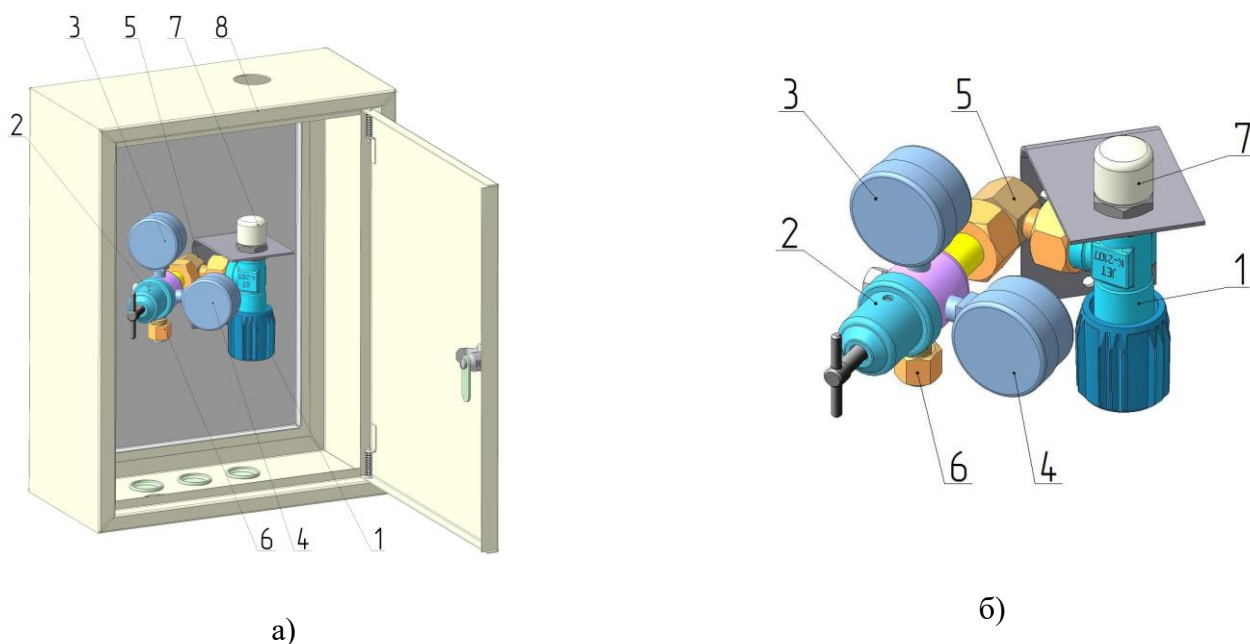

Рис. 1. Пост газоразборный: а - ПГАр-6-з / ПГА-40-з; б - ПГАр-6 / ПГА-40
4.1 Внешний вид поста показан на рис. 1